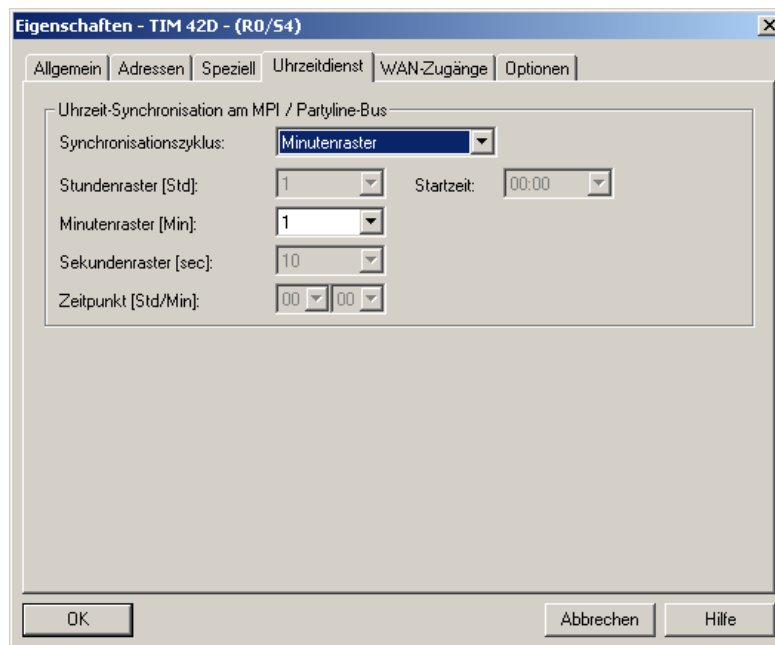

Bild 2-21 Einstellung der Uhrzeit-Synchronisation am MPI/Partyline-Bus
4. Stellen Sie den *Synchronisationszyklus* auf *Minutenraster* ein (siehe Bild 2-21).
5. Stellen Sie das *Minutenraster (Min)*: auf 1 (siehe Bild 2-21).
7. Wenn noch weitere lokale TIMs am MPI-Bus angeschlossen sind, nehmen Sie dort ebenfalls die Einstellungen aus Bild 2-21 vor.
Im normalen Betrieb wird die TIM mit DCF77-Empfänger die Uhrzeitsynchronisierung am MPI-Bus übernehmen. Sollte diese TIM ausfallen, wird eine der anderen lokalen TIMs die Uhrzeit-Masterfunktion am MPI-Bus übernehmen. Voraussetzung dafür ist, dass für die anderen TIMs die Uhrzeitsynchronisierung am MPI-Bus projektiert wurde (siehe Bild 2-21). Nur dann kann eine Übernahme erfolgen.